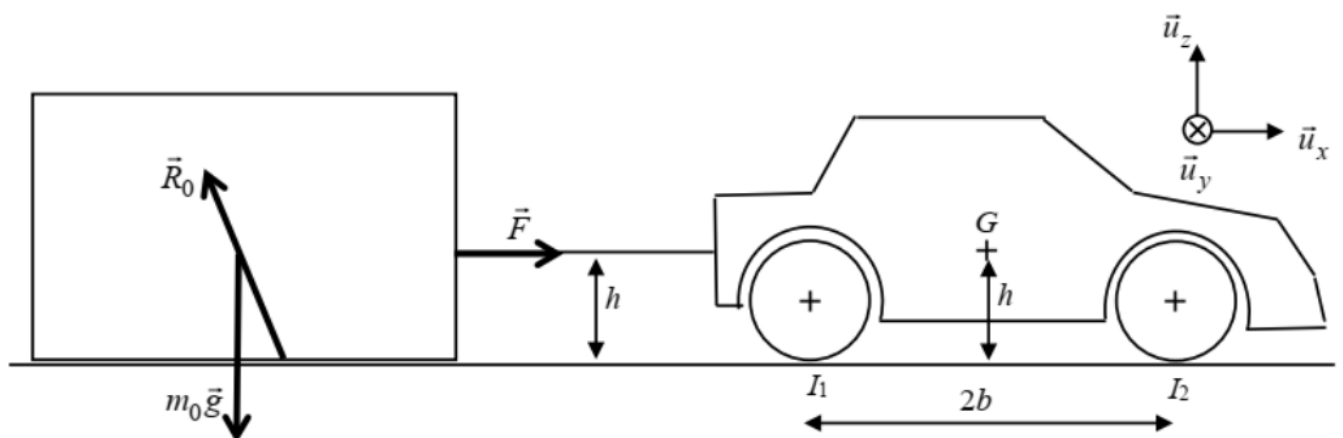

Figure 2 - Schéma de l'ensemble {container, filin, voiture}
Le filin, accroché horizontalement à une hauteur h au-dessus de la chaussée, exerce une force de traction $\vec{F}$ sur le container. Le centre de masse G de la voiture se trouve à la même hauteur h par rapport au sol, sur la médiatrice du segment $[I_1 I_2]$. On donne la valeur de l'empattement $I_1 I_2 = 2b$. Le schéma de l'ensemble container, filin, voiture est donné en **figure 2**. Les actions mécaniques subies par le container y sont représentées.
- ☐ **1**– Reproduire la **figure 2** et la compléter en indiquant toutes les actions mécaniques extérieures subies par la voiture.